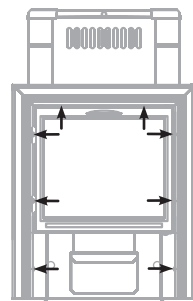

Рисунок 9. Винты для демонтажа дверки при монтаже печи «Тунгуска Витра»
1. открутить саморезы 8 шт., которыми прикрепляется дверца с рамкой к топливному каналу и снять ее; (см. рисунок 9)